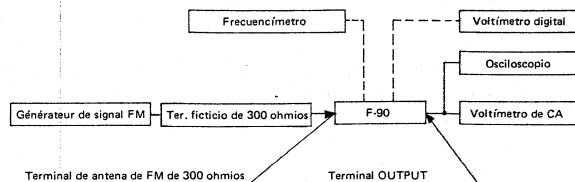

Fig. 11-2 Diagrama de conexiones para ajuste de FM
- Conectar como se muestra en la Fig. 11-2.